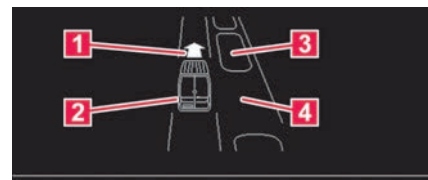

Abb. 112 Im Display des Kombi-Instruments: Parklücke suchen.
4. Bremsen, wenn ein akustisches Signal zum Richtungswechsel ertönt, ein Pfeil → **Abb. 112 1** aufleuchtet, die Anzeige  aufleuchtet oder eine Meldung erscheint.